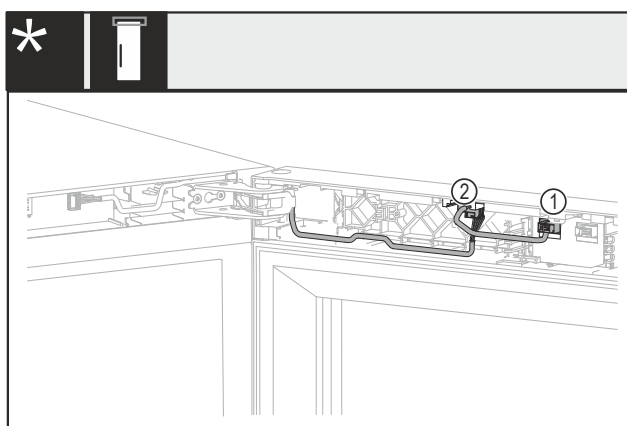

Fig. 19 Без ключалка или с механична ключалка*
- ▶ Издърпайте щекера Fig. 19 (1)*.
- ▶ Издърпайте щекера Fig. 19 (2)*.